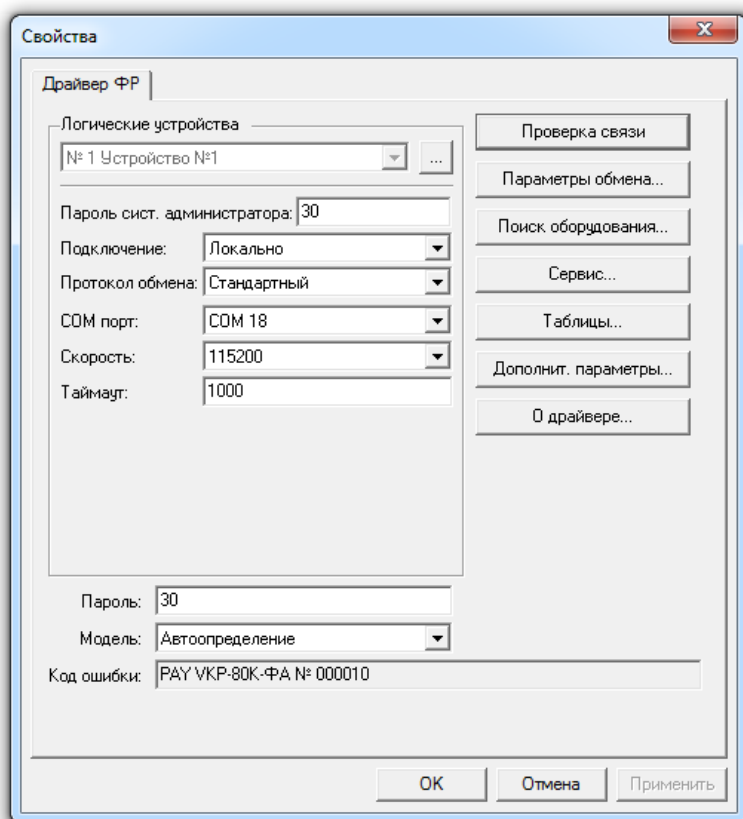

Рисунок 36
6.1.1 Запустите «Тест Драйвера ФР». Выбор COM-порта осуществите в соответствии с конфигурацией компьютера (Рисунок 36).